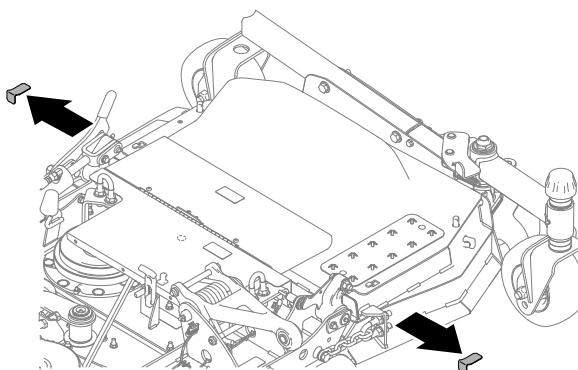

Figura 37
6. Retire os calços ou os apalpa-folgas (Figura 37).